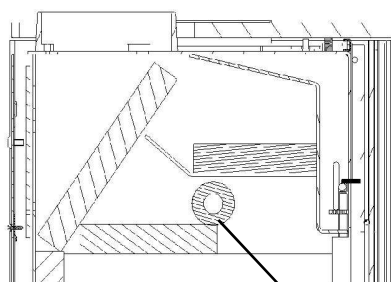

Fig. 6
- Prima di procedere all'accensione rimuovere il materiale di imballaggio del parafiamma sopra il focolare (fig. 6) ed eventualmente anche il nastro adesivo del vetro senza lasciare residui.